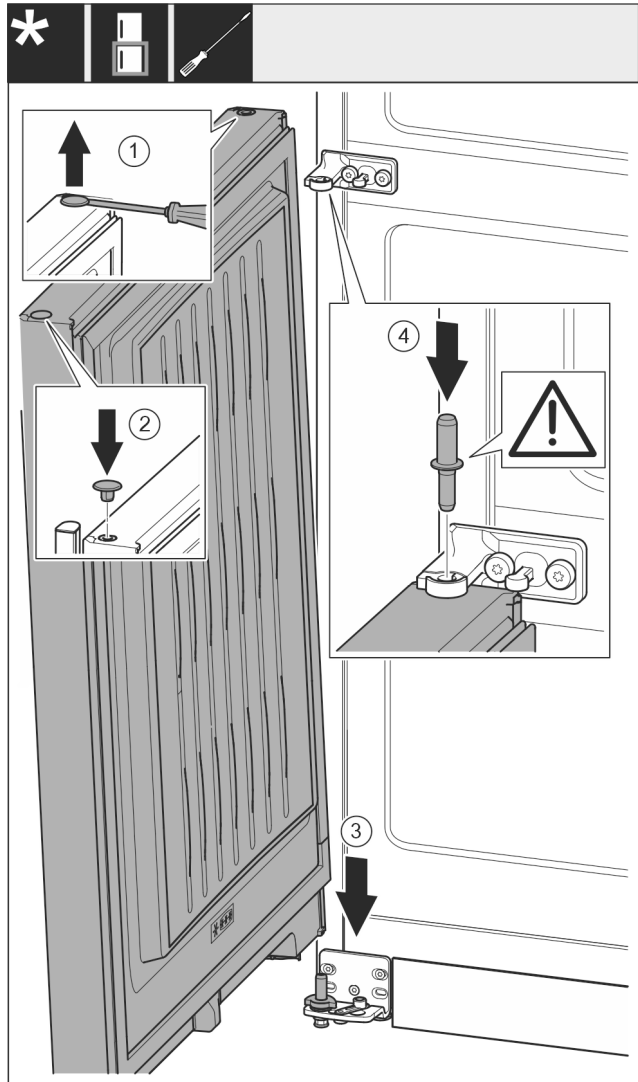

Fig. 19
- ▶ За допомогою шліцевої викрутки обережно підніміть пробку та витягніть її. Fig. 19 (1)
- ▶ Знову вставте пробку з іншого боку дверцят. Fig. 19 (2)
- ▶ Встановіть дверцят зверху на нижній опорний гвинт. Fig. 19 (3)
- ▶ Середній опорний гвинт встановіть в нижні дверцят через середній опорний кронштейн. При цьому виступ фіксатора повинен бути спрямований назад. Fig. 19 (4)